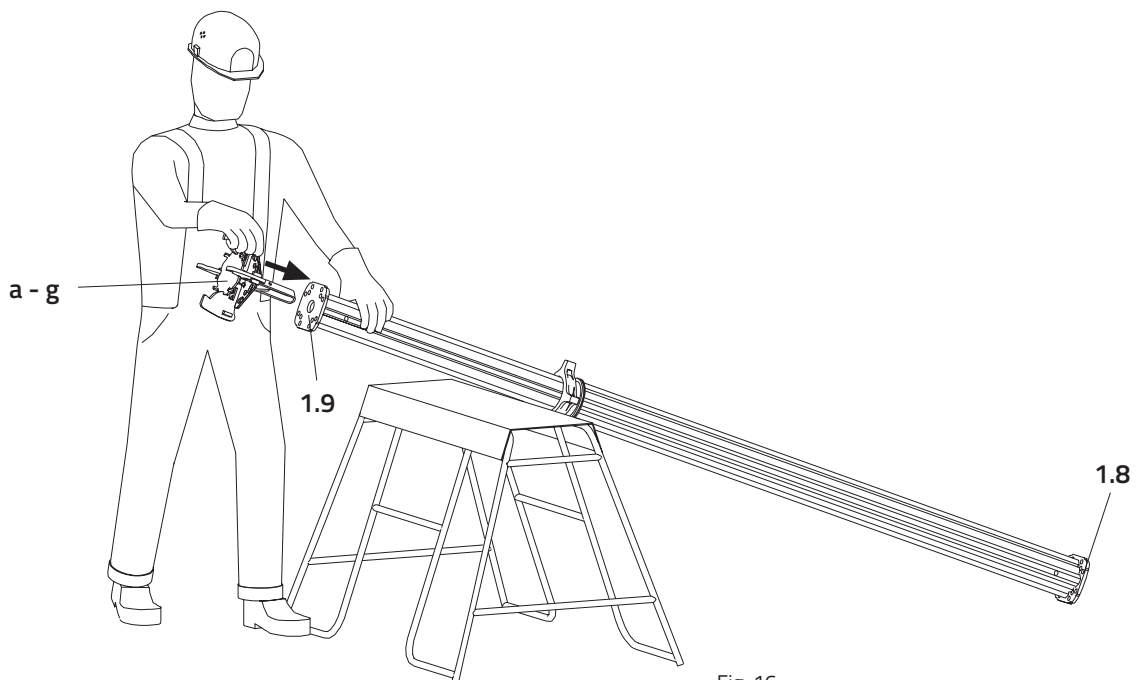

Fig. 16
2. Fastgør topgaffelen med fjederstikbolt. **Fig. 16**